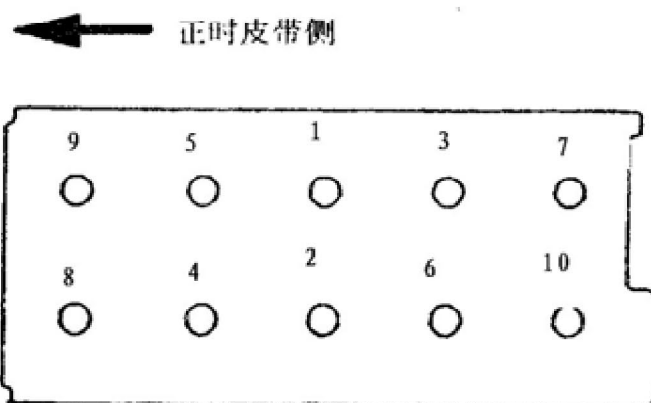

图1
D). 按如图 1 所示顺序拧紧螺栓, 直到每个螺栓达到力矩 $49\text{N} \cdot \text{m}$;
F). 按图 1 顺序重新拧紧螺栓, 直到每个螺栓达到力矩 $20\text{N} \cdot \text{m}$;